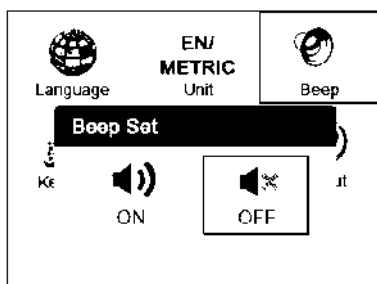

Рисунок 3-5
- 2) В меню **Beep Set** [Настройка звукового сигнала] с помощью **кнопки прокрутки влево/вправо** выберите значение **ON** [ВКЛ] или **OFF** [ВЫКЛ], чтобы включить/отключить звуковой сигнал. См. рисунок 3-5.